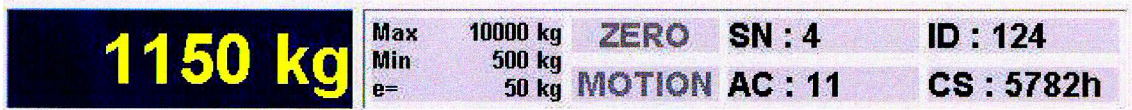

Abbildung 5 – S56 Software, Anzeige auf Bildschirm
- Anzeige der Checksumme auf dem Bildschirm (Abbildung 5)